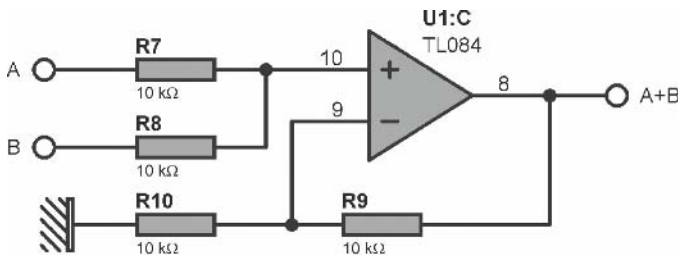
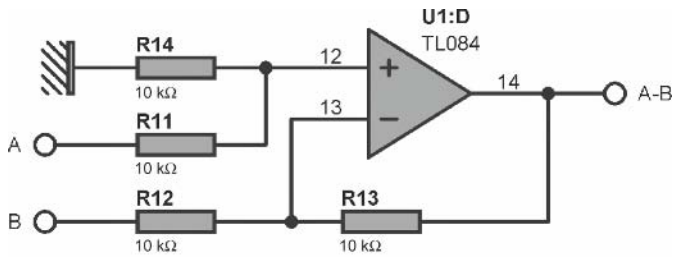

Figure 2.18
Figure 2.19
**Sepatoo** – Je vois que vous avez finalement du temps à perdre. Eh bien soit, allons-y, vous l’aurez cherché. Le premier AOP U1:A est câblé de la même façon que l’AOP U1:B, tous deux sont montés en mode non inverseur, avec des valeurs de composants qui définissent la constante de temps de la courbe de préaccentuation. L’AOP U1:C est monté en sommateur, et l’AOP U1:D est monté en soustracteur. Mais... vous avez raison, c’est très simple ! Pouvez-vous me dire si les deux schémas suivants, que j’ai soustraits du schéma complet, correspondent bien aux fonctions d’addition (**figure 2.18**) et de soustraction (**figure 2.19**) ?